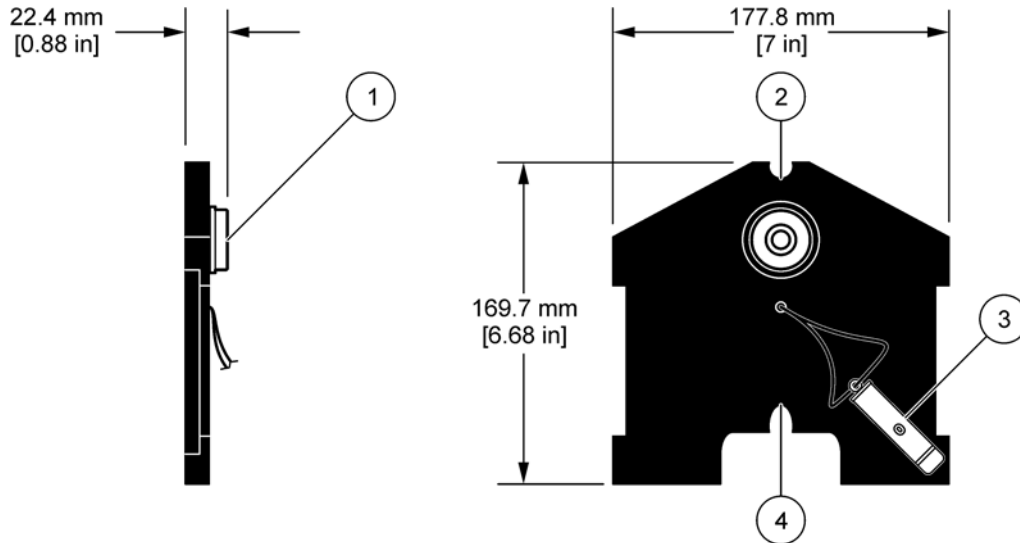

Figure 1 Dimensions et caractéristiques de l'outil d'alignement laser
L'outil d'alignement laser permet de mettre en place avec précision le support du capteur Flo-Dar. L'outil stimule la position et la direction des capteurs de vitesse et de niveau Flo-Dar grâce à un pointeur laser. Consultez la Figure 1 pour connaître les dimensions et les caractéristiques.
1. Insérez le pointeur laser dans la position de vitesse (reportez-vous à la Figure 1) de l'outil d'alignement. Assurez-vous que le pointeur laser est complètement inséré dans la fente.
1. Insérez le pointeur laser dans la position de niveau (reportez-vous à la Figure 1) de l'outil d'alignement. Assurez-vous que le pointeur laser est complètement inséré dans la fente.